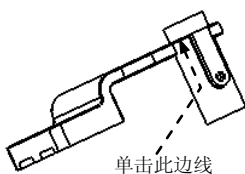

图 8.1.19 选取参照
(1) 在“绘图视图”对话框中, 选取 **类别** 区域中的 **可见区域** 选项, 在 **视图可见性** 下拉列表表中选取 **局部视图** 选项。
(2) 绘制局部视图的边界线。
① 在系统 **选取新的参照点。单击“确定”完成。** 的提示下, 单击图 8.1.19 所示的边线。